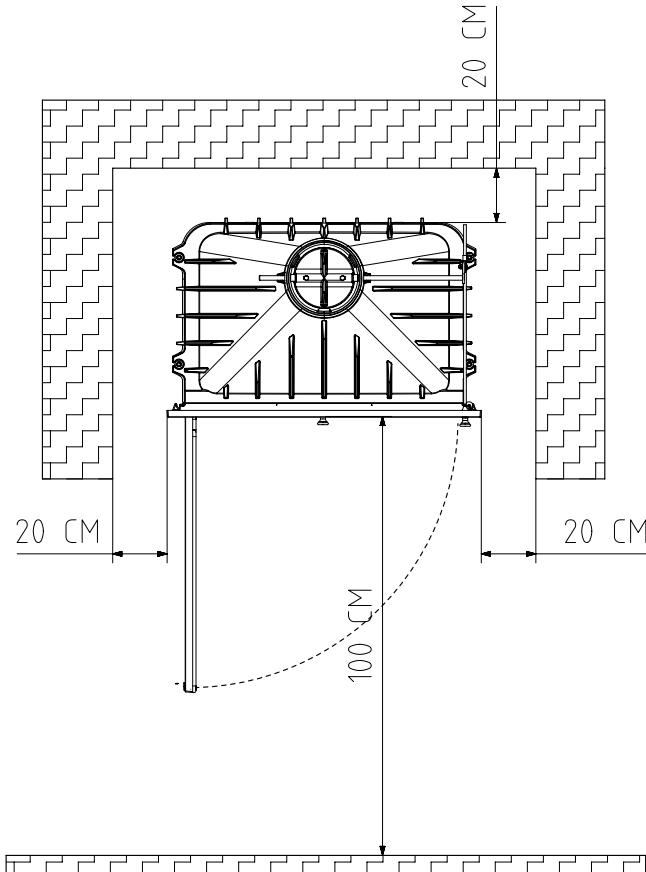

FIG. 7
- Mantenha afastado qualquer material combustível (móvels, cortinas, roupa, etc.), a uma distância mínima de segurança de 0,90 m. (Fig. 7)